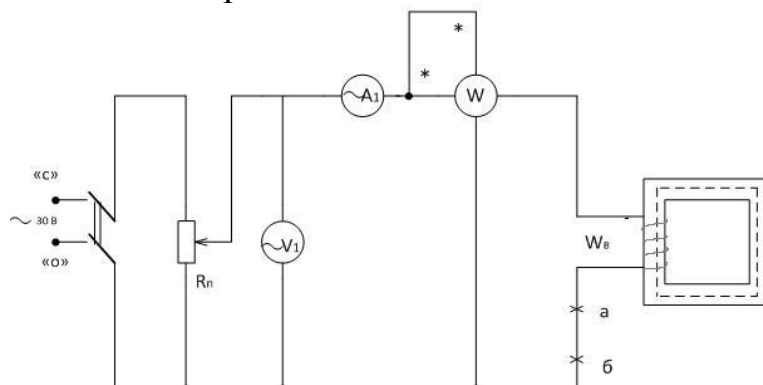

Рисунок 10.3
1. Собрать эл. схему цепи (рис. 10.3).